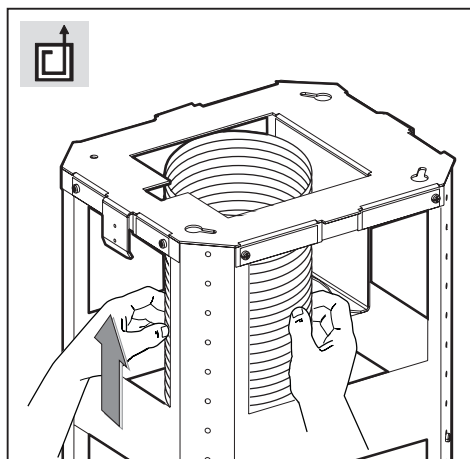

Fig.7 / 7. attēls
- **Udsugende version:** fastgør det bøjelige rør til den åbning, som er lavet til udledning af luft (Fig.7).